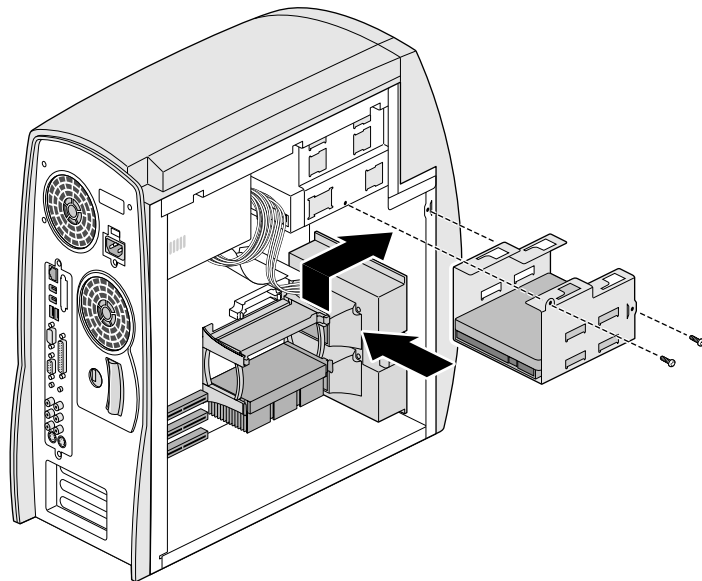

Figure 4-18 Installation du support du disque dur interne
8. Insérez le support dans l'emplacement correspondant, comme indiqué à la Figure 4-18.